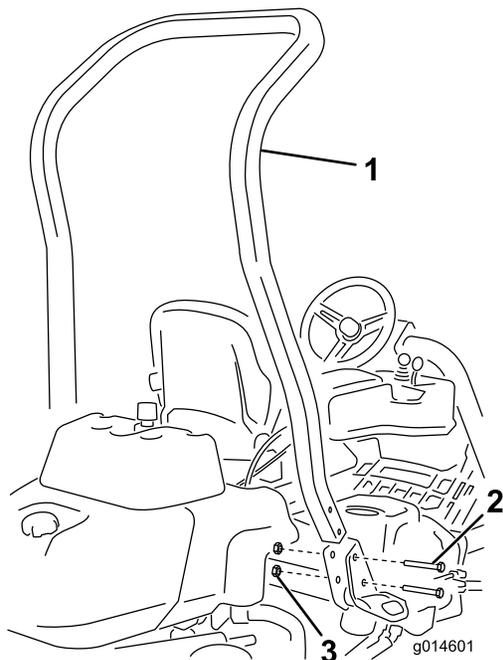

図 3
3. 機体の左右にあるポケットにROPSを差し込み、ボルト $\frac{1}{2}$ " x $3\frac{3}{4}$ "4本とフランジナット4本 $\frac{1}{2}$ "で固定する 図 3。